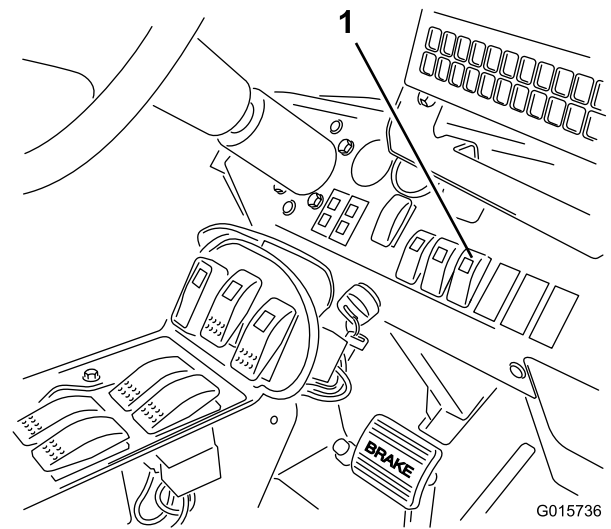

Figura 24
4. Ponga el interruptor del Sonic Boom del salpicadero en la posición de Auto (Figura 24).